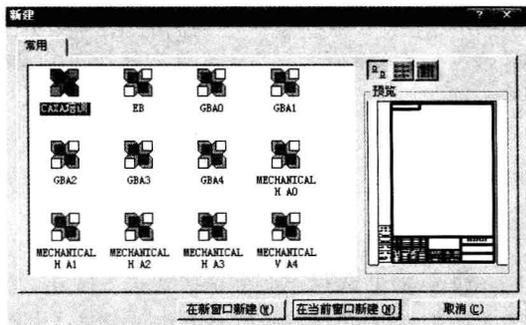
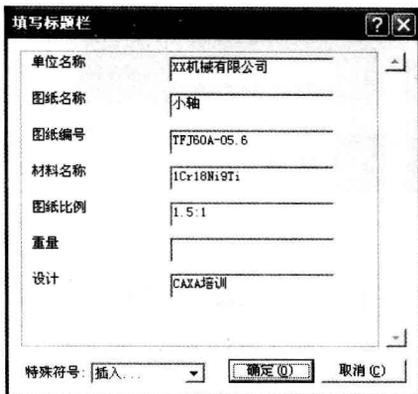

图1-1 新建文件选择“CAXA培训”模板
图1-2 填写标题栏内容
① 启动CAXA电子图板,单击工具栏上□“新建文件”按钮^①,出现“新建”对话框,选择“CAXA培训”模板,如图1-1所示,然后单击“在当前窗口新建”按钮,创建一个新图纸文档。单击工具栏上的□“存储”按钮^②,另存文件名为“小轴”,接着单击工具栏上的□“填写标题栏”按钮,填写标题栏各项内容,如图1-2所示。